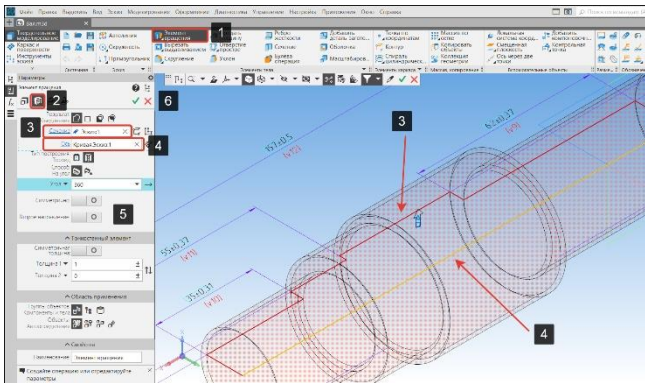

Рисунок 98 – Создание тела вращения
3.6.2. Создание тела вращения. Порядок действий (Рисунок 98):
- На панели элементы тела выберем операцию элемент выдавливания (1), подоперация элемент вращения (2) .
- В поле Сечение (3) указать эскиз для построения тела вращения;
- Если в эскизе (3) нет оси вращения, зададим ее вручную выбрав поле Ось (4) и указав в Дереве построения или графической области (4) любой прямолинейный объект или поверхность вращения;
- Вращение может выполняться в одном направлении или двух противоположных направлениях (5). Угол вращения задается на Панели параметров или определяется указанным объектом. Для данного построения оставить построение в одном направлении, угол 360 градусов;
- Для завершения построения элемента вращения нажмем кнопку Создать объект (6).